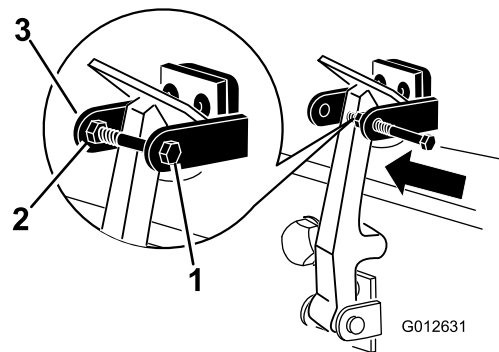

图 11
8. 将螺栓安装到机罩门锁支架的另一个臂将门锁锁定到位 (图 11)。拧紧螺栓但不要拧紧螺母。